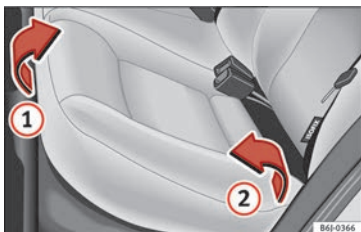
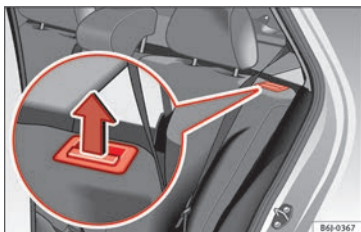

Fig. 143 Levantar el cojín del asiento trasero.
Fig. 144 Tecla de desbloqueo del respaldo trasero.
- Tire del borde delantero del cojín del asiento » fig. 143 ① hacia arriba en la dirección de la flecha.
- Levante el cojín ② hacia delante en la dirección de la flecha.
- Tire de la tecla de desbloqueo » fig. 144 en la dirección de la flecha y abata el respaldo hacia delante.